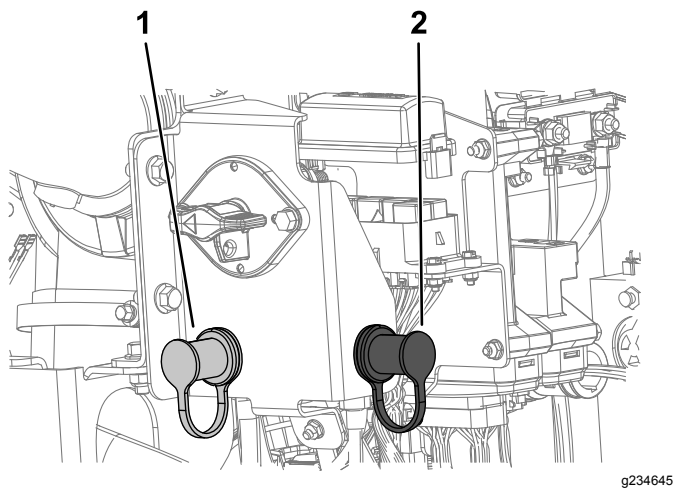

Figura 98
6. Retire la tapa del borne de la batería (Figura 98).
7. Conecte el cable puente positivo (+) al borne de la batería (Figura 98).
8. Conecte el cable puente negativo (-) a una conexión de tierra, por ejemplo un perno o un travesaño del bastidor sin pintar (Figura 98).
10. Cuando el motor arranque, la otra persona debe desconectar el cable puente negativo (-) del bastidor, y luego desconectar el cable puente positivo (+) (Figura 98).